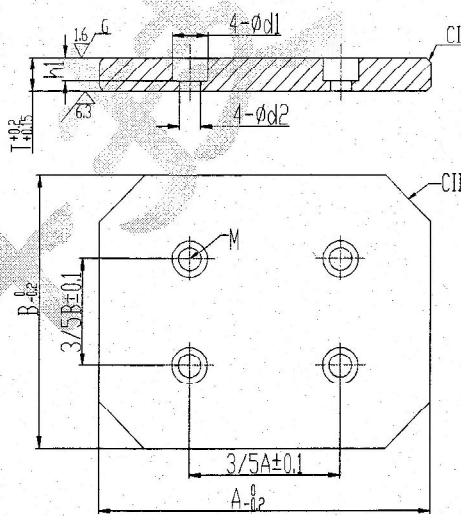

图9.2.3 4H型 (4个螺钉)
- 3) 4H型：当长度、宽度同时大于等于 100mm 时，设计 4 个固定螺钉，4 角倒 C14 斜角 (图 9.2.3)